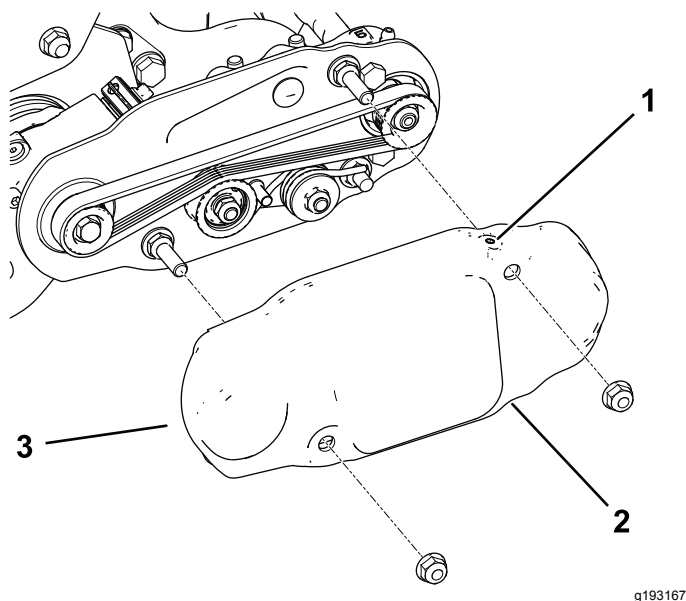

Figura 16
2. Coloque la cubierta de la correa sobre los pernos de montaje y sujétela con 2 tuercas con arandela prensada (Figura 16).